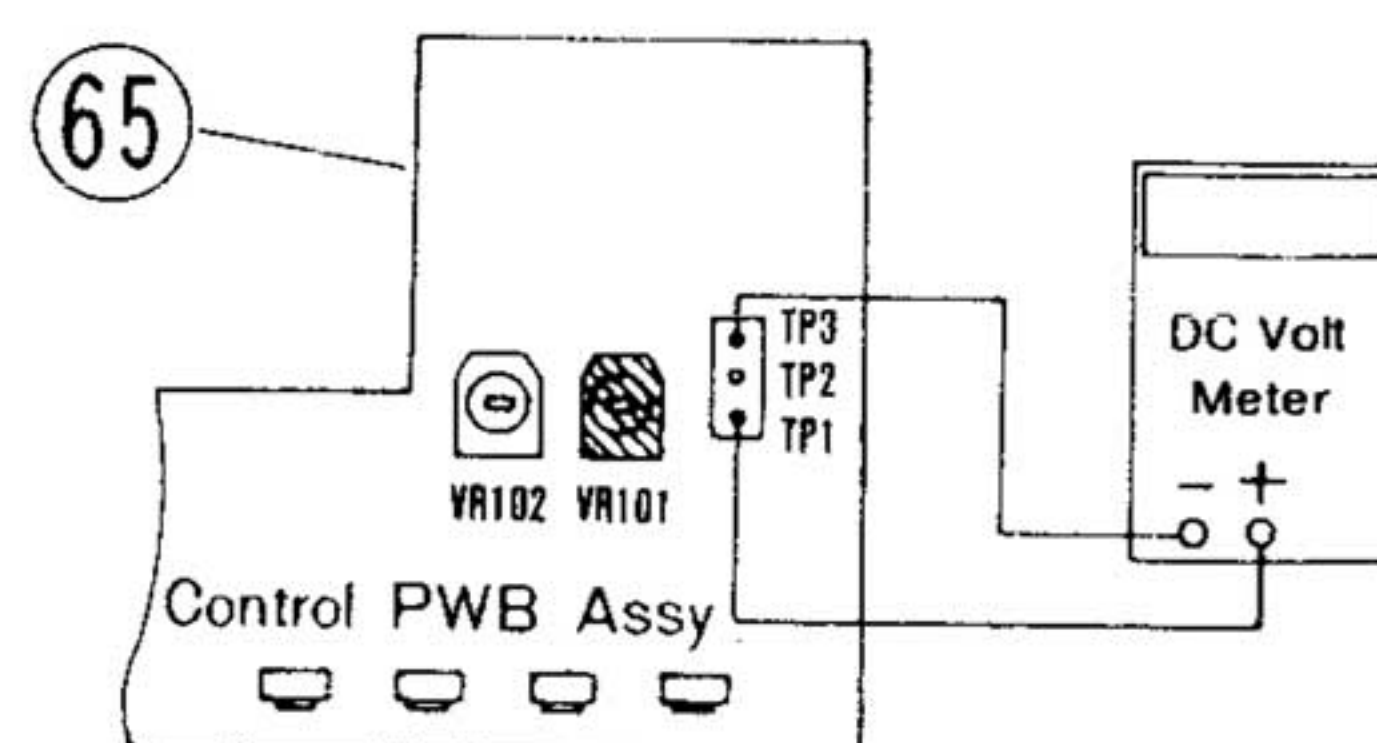

Figure 23
1. Remove the case top according to DISASSEMBLY INSTRUCTIONS (B) (page 3).
3. Connect the D.C. voltmeter between TP1 and TP3 terminals on Control PWB Assy (65) (Fig. 23).
3. コントロールPWB assy (65)のターミナルTP1とTP3の間に電圧計(DC)を接続する。(図23)
- Remove the case top according to DISASSEMBLY INSTRUCTIONS (B) (page 3).
- Connect the D.C. voltmeter between TP1 and TP3 terminals on Control PWB Assy (65) (Fig. 23).
- コントロール PWB assy (65) のターミナル TP1 と TP3 の間に電圧計(DC)を接続する。(図23)